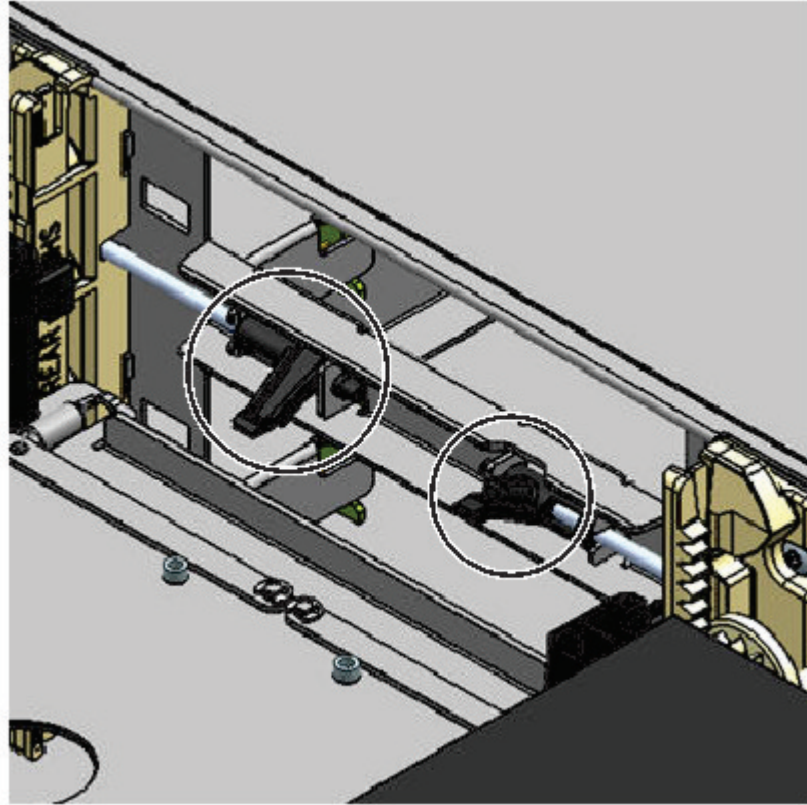

図 71. マガジンのリリース・レバー
1. マガジンのリリース・レバー (140 ページの図 71 の丸で囲まれた箇所) を使用して、左右のマガジンを取り外します。レバーを押し上げ、次にマガジンを引き出します。